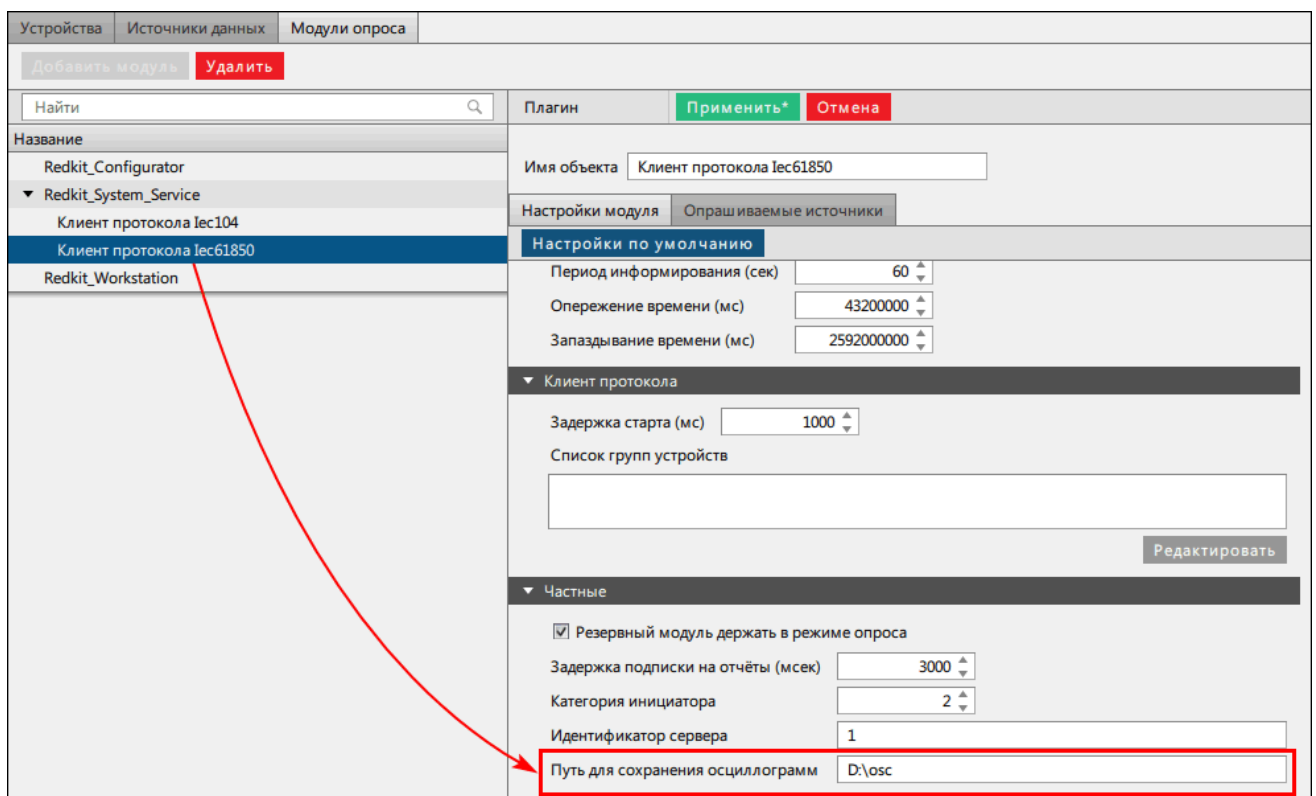

Рисунок 415 - Путь до директории хранения осциллограмм
- Во вкладке **Модули опроса** в сервисных узлах (*Redkit_System_Service* - для односерверной конфигурации, *Redkit_Master* и *Redkit_Slave* - для конфигурации с резервированием) нажмите на модуль **Клиент протокола Iec61850** и во вкладке **Настройки модуля** задайте путь до директории хранения осциллограмм (Рисунок 415).